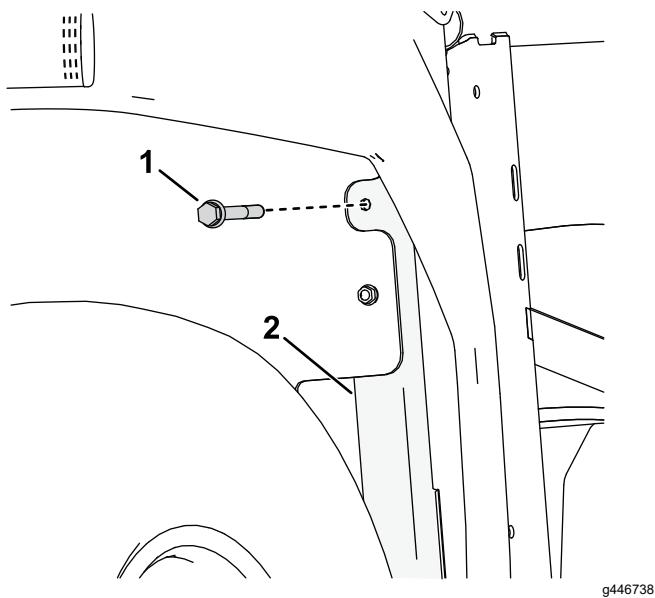

Figura 10
- Inserite il bullone di chiusura ($5/16'' \times 2\frac{1}{2}''$) attraverso il foro praticato nella parte anteriore del tubo del telaio (Figura 10).